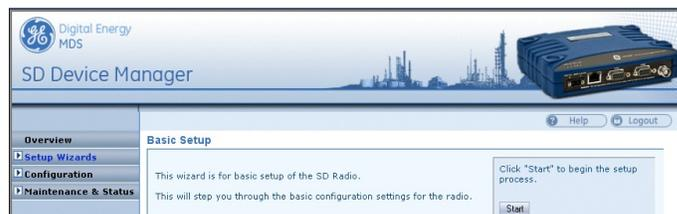

Figure 7. Asistente de configuración básica
4. El Asistente de configuración básica (Figure 7) se inicia automáticamente al conectarse a una nueva radio enviada de fábrica. Muestra una serie de pantallas con las opciones principales, tal y como se muestra a continuación: